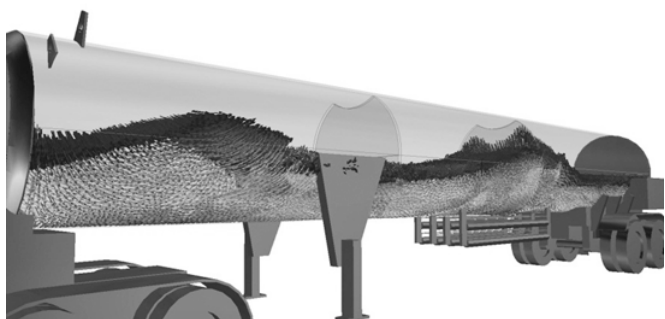

图 6-20 自由液面矢量等值面显示
- 要看到液体流动，把 VOF 显示为等值面，并且开启矢量，如图 6-20 所示。